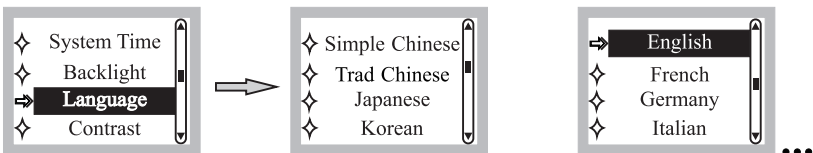

Fig. 20
- (5) Changing Language, Fig. 20.